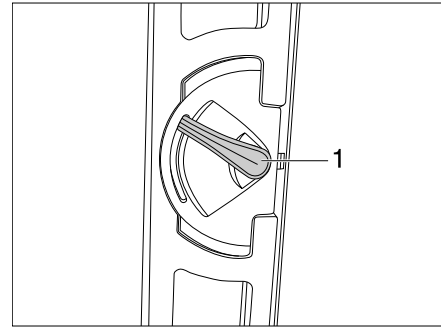
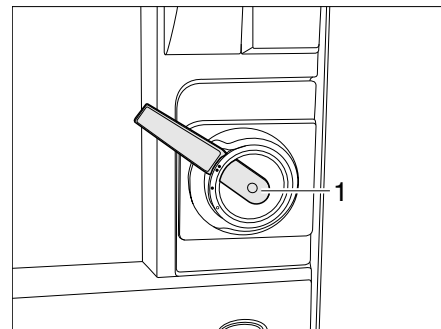

Bild 23 Variante 1: Türschloss Eingangstür, innen, verriegelt
Bild 25 Variante 2: Türschloss Eingangstür, innen, verriegelt
**Verriegeln:** ■ Den Türgriff (Bild 23,1 bzw. Bild 25,1) ca. 45° nach oben drücken und in dieser Stellung stehen lassen.